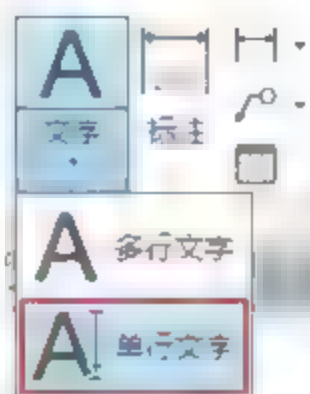

图6-26 单击按钮
- 【默认】选项卡：在【默认】选项卡中，单击【注释】面板中的【单行文字】按钮A1，如图6-26所示。